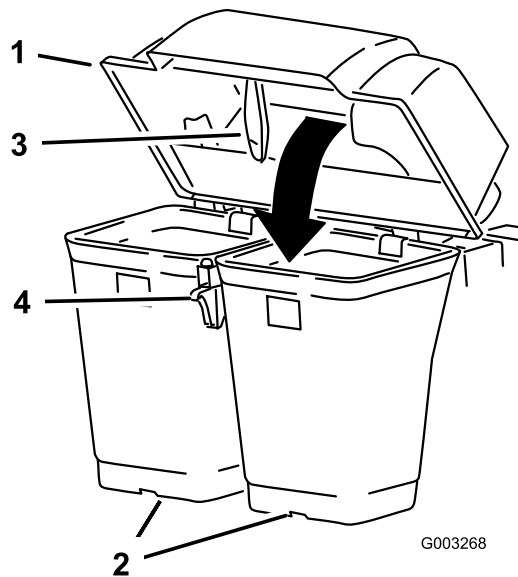
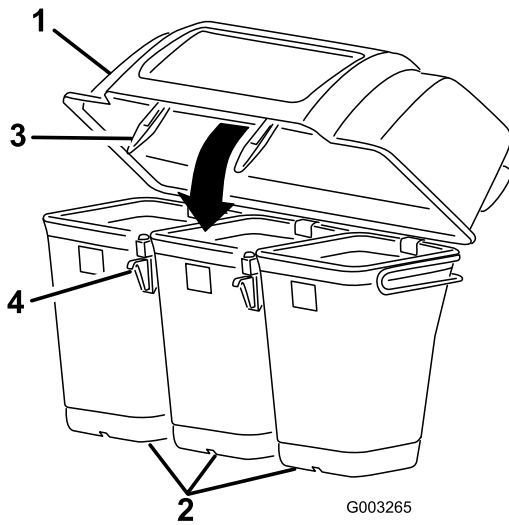

Bild 10
Bild 11
7. Senken Sie die Abdeckung des Heckfangsystems auf die Säcke ab (Bild 10 oder Bild 11).